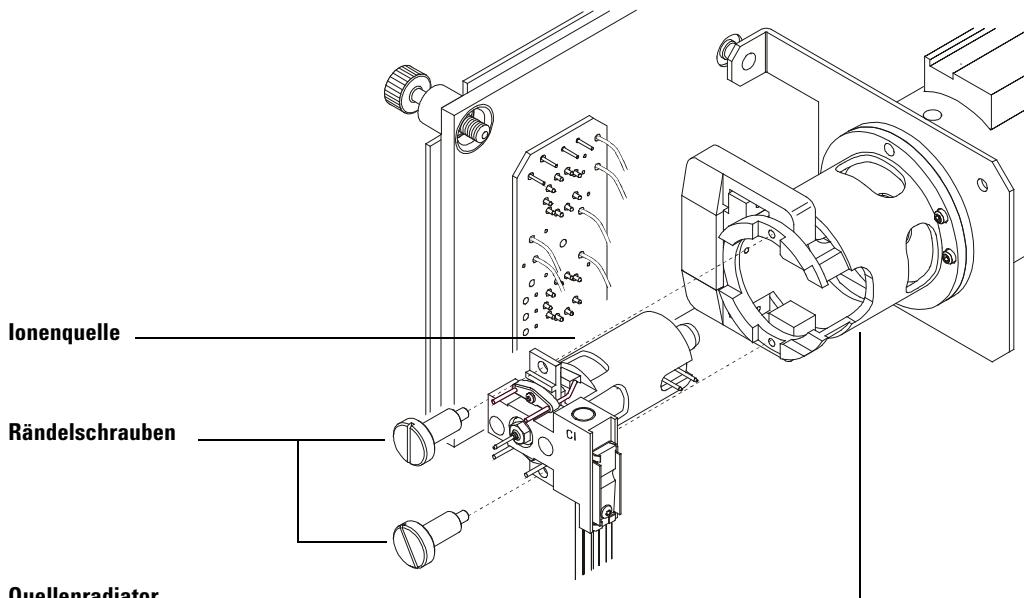

Abb. 34 Installieren der Cl-Ionenquelle
- 4 Bringen Sie die Rändelschrauben wieder an (Abb. 34).